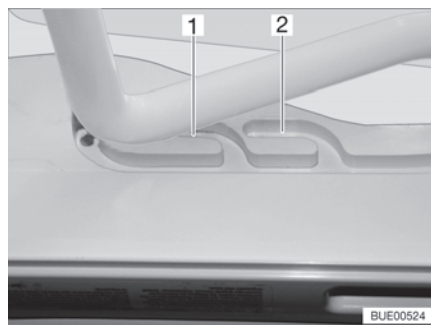
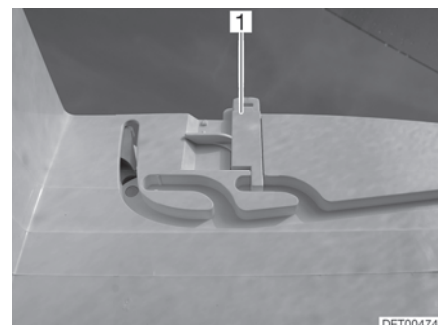

Bild 21 Führung (Lüftungsstellung)
Bild 22 Verriegelung (Lüftungsstellung)
Die Heki-Dachhaube kann in zwei Lüftungsstellungen gebracht werden: Schlechtwetterstellung (Bild 21,1) und Mittelstellung (Bild 21,2). Je nach Modell kann die Dachhaube in der Mittelstellung mit den beiden Riegeln (Bild 22,1) links und rechts am Rahmen der Dachhaube verriegelt werden.
- Den Bügel leicht nach oben drücken und in die gewählte Führung (Bild 21,1 oder 2) schieben und ggf. verriegeln.